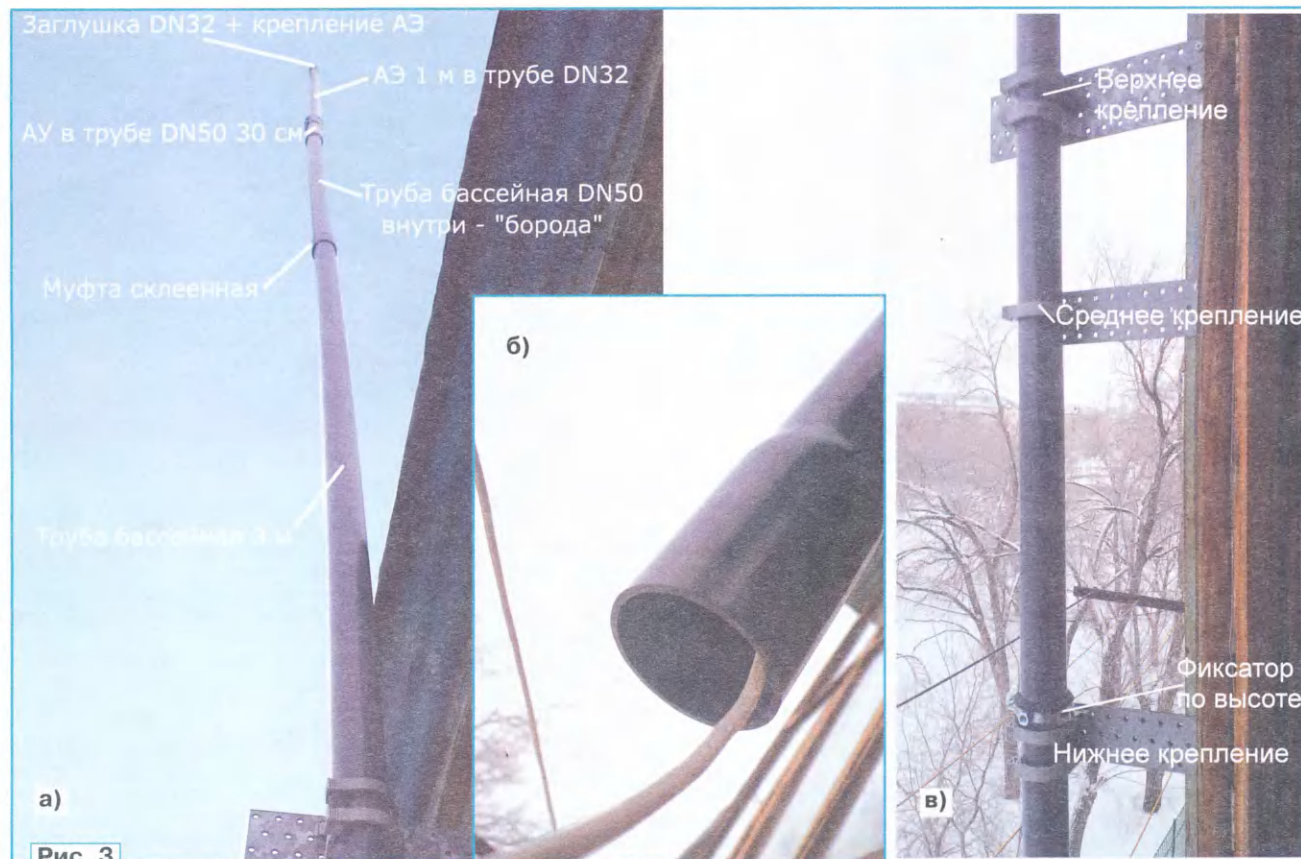

Рис. 3
- общая конструкция антенны с "бородой" длиной 2 м (рис. 3,а);
- открытый вывод кабеля (рис. 3,б);
- крепление трубы к балкону (рис. 3,в).